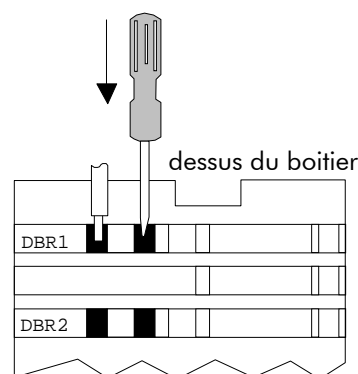

Figure 4.2
- Insérer un tournevis plat (taille 3,5mm max.) à l'intérieur du trou (voir fig.4.2)